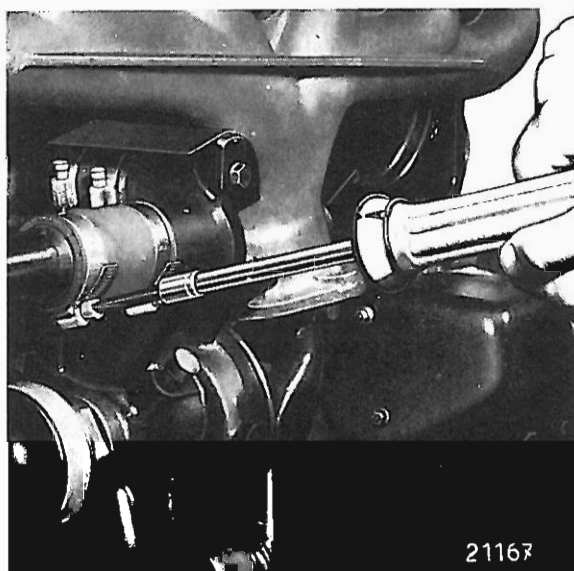

Bild 20—1/1
- 2 Kühlwasserschläuche über die Anschlußstutzen streifen und die Breeze-Schlauchbinder mit Drehmomentschraubenzieher Swkzg. 001 589 26 21 00 (siehe Bild 20—1/1) festziehen. (Anziehdrehmoment siehe Tabelle 00—0.)